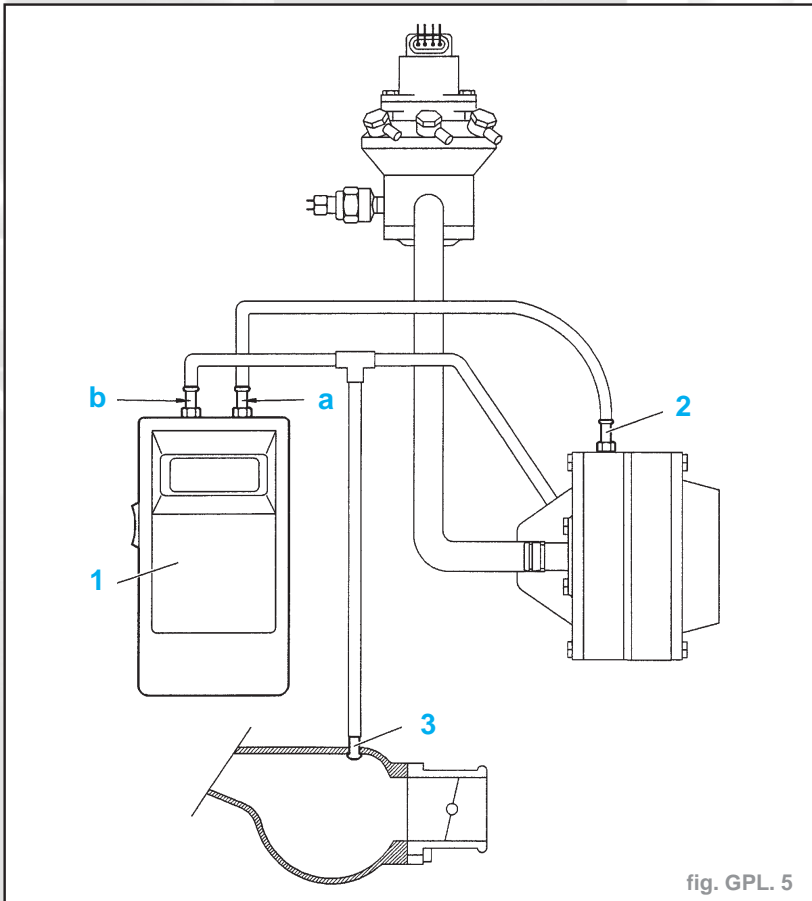

fig. GPL. 5
- Serrer l'outil (2).
- Accoupler la sortie "a" de l'outil (1) (contrôler de pression coffret S-1602) (fig. GPL. 5) à l'outil (2).
- Accoupler la sortie "b" de l'outil (1) à la prise (3).
- Relever la pression lue à l'aide de l'outil (1) (fig. GPL. 5).
- l'outil (1) (fig. GPL. 5)